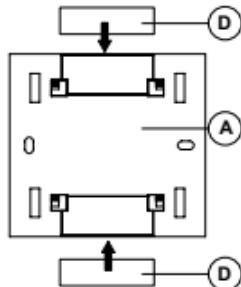

Fig 4.
- c. gładkiej (nie metalowej!) powierzchni za pomocą dostarczonego paska przylepnego (rys. 4).